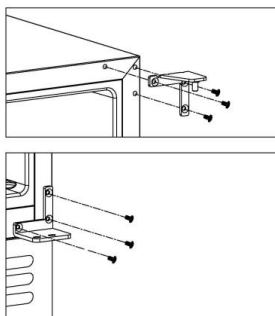

Figure 3
- Visser la charnière supérieure droite ④ et la charnière inférieure droite ② de la cave ⑥ et les garder dans le sachet pour les besoins si vous voulez changer la porte d'ouverture gauche à l'avenir [Figure 3].
3. Dévisser les trois vis ⑧ et retirer la charnière supérieure droite ⑦. Installer la charnière supérieure gauche ⑥ à l'emplacement correspondant dans le coin supérieur gauche de la boîte [Figure 3].